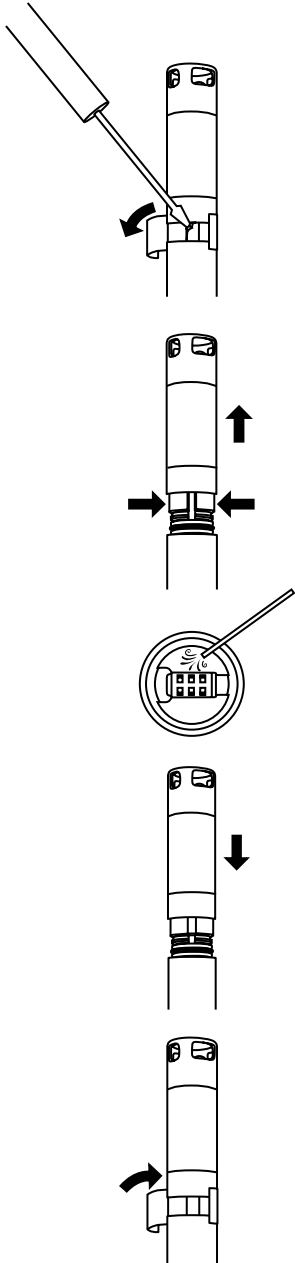

Figura 81 Sostituzione modulo sensore
1. Strappare e scartare l'adesivo che copre la connessione del corpo sensore e il modulo (Figura 81).